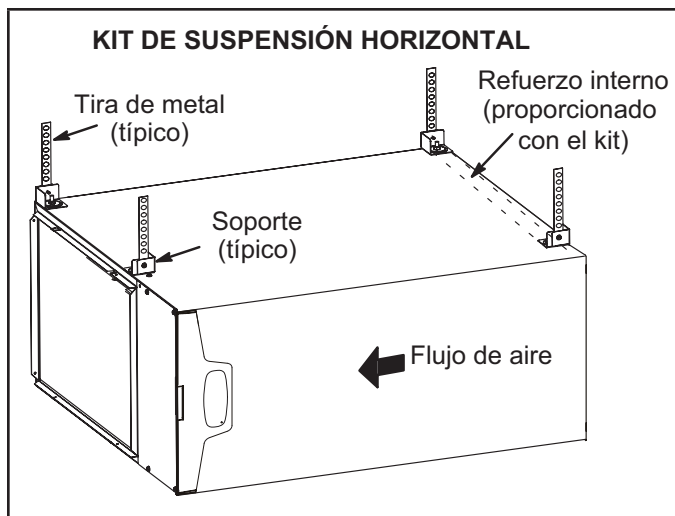

**Figura 17**
El calefactor EL297UHV se puede instalar en aplicaciones horizontales con descarga de aire a la derecha o a la izquierda. Consultar la Figura 17 con respecto a los espaciamentos en aplicaciones horizontales.
- 1 - Seleccione la ubicación de la unidad teniendo en cuenta el espaciamento de servicio y otros espaciamentos necesarios. Ver la Figura 17.